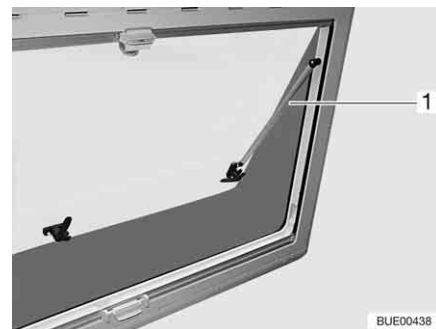

Fig. 53 Finestra apribile con deflettore automatico
- Aprire la finestra apribile fino al punto di arresto desiderato. Il deflettore automatico (Fig. 53,1) si innesta automaticamente in posizione.